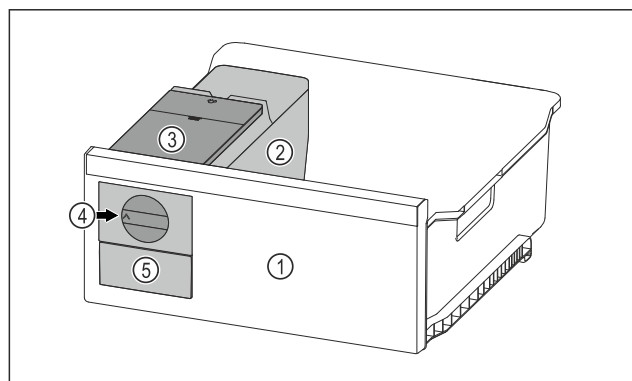

Fig. 74 Reprezentare exemplificatoare
- ▶ Rotiți butonul rotativ Fig. 74 (4) în sens orar până la opritor.
- ▷ Cuburi de gheață cad din tava pentru cuburi de gheață în sertarul pentru cuburi de gheață Fig. 74 (5).